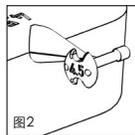

图2
■ 图 1a, 1b/2 所有假体的筛选器(图1a, 1b)有8个不同长度(3.0-7.0mm)个别的细长型尺寸。相关长度都被标记在每个筛选器的背面(图2)。保险开关和气孔都是为减少重量设计的并且当在中耳中进行测量时,为其提供了一个清晰的视野。